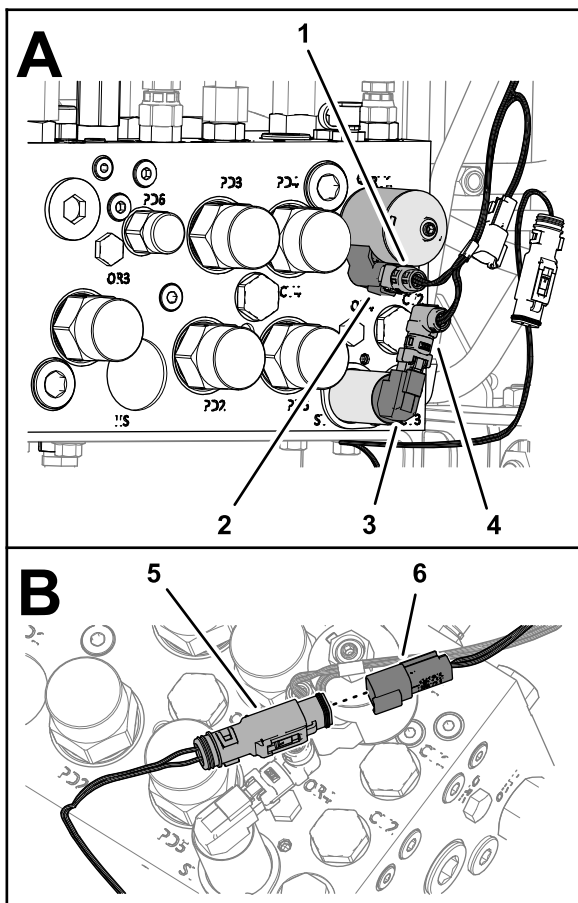

Figura 17
2. Enchufe el conector hembra de 2 vías de 90° del arnés de cables del kit en el conector de 2 pines de la válvula de solenoide del orificio SV del distribuidor de tracción (Figura 17).
3. Enchufe el conector hembra de 2 vías recto del arnés de cables del kit en el conector de 2 pines de la bobina del orificio RV1 del distribuidor de tracción (Figura 17).
4. Enchufe el conector hembra de 2 vías del arnés de cables de la máquina marcado TRACTION MOW/TRANSPORT en el conector de 2 pines del arnés de cables del kit (Figura 17).